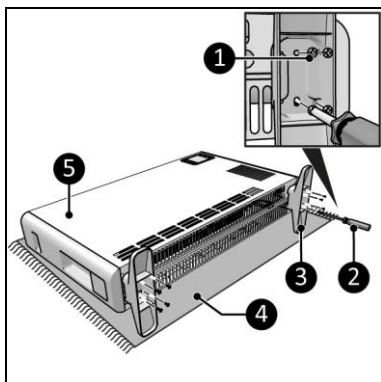

Figura 8
1. Așezați dispozitivul pe o suprafață fixă, netedă (Figura 8, poz. 4).
2. Așezați picioarele de susținere (Figura 8, poz. 3) pe ambele părți ale corpului principal (Figura 8, poz. 5).
3. Însurubați și strângeți picioarele de susținere cu șuruburile mici (Figura 8, poziția 1) în cele două găuri centrale și în cele două exterioare, folosind o șurubelniță Phillips (Figura 8, poziția 2).